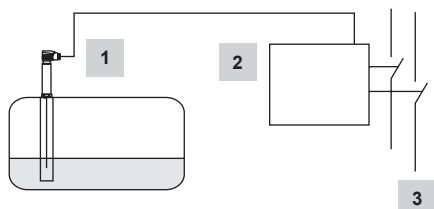

Fig. 7
- Fig. 7** Combinatie bestaande uit 1 niveausonde LP40 en 1 niveauschakelaar LCS3050 als waterniveaubegrenzer. De niveauschakelaar opent twee afzonderlijke veiligheidscircuits. Functionele veiligheid IEC 61508, SIL 3. Verdere toepassingen in overeenstemming met nationale voorschriften